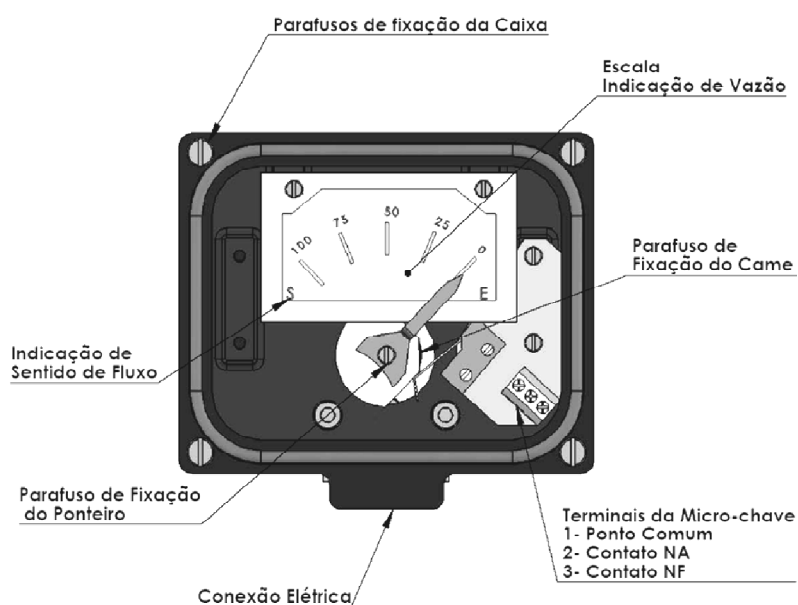

Figura 5.1
5. Conecte um multíteste ajustado para detecção de continuidade aos terminais da microchave - vide figura 5.1;